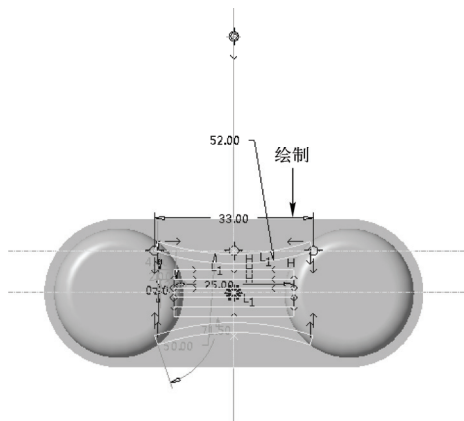

图 16-53 绘制草绘截面三
STEP 11 使用“拉伸”命令，选择“DTM1”平面作为草绘平面，接受默认的草绘视图方向和参考，单击“草绘”选项卡中的相应按钮，绘制草绘截面，如图 16-53 所示。